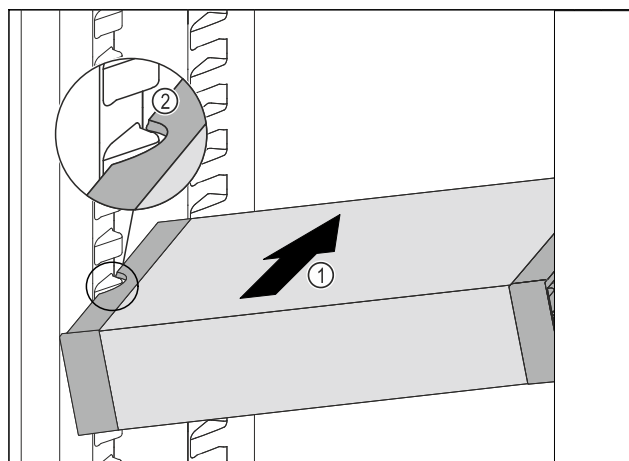

Fig. 135
- VarioSafe gurajte koso u hladnjak Fig. 135 (1) sve dok se bočni otvori Fig. 135 (2) ladice VarioSafe ne nađu na visini žlijeba spremnika u hladnjaku.